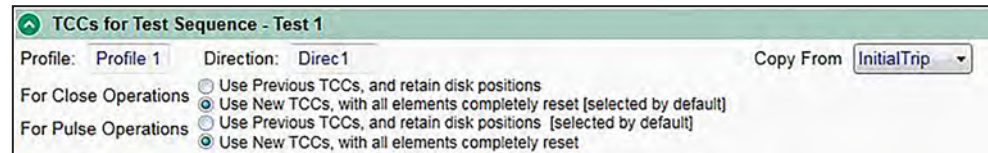

Figura 38. Valores-alvo de seleção de TCC.
**Nota:** Quando a funcionalidade **TCC Shifting** estiver sendo usada, as opções para o ajuste na seção **For Close Operations** (Para Operações de Fechamento) e na seção **For Pulse Operations** (Para Operações com Pulso) na tela *Setup>Protection>General Profile n>Direction n Current TCCs for Test Sequence-Test n* devem ser ajustadas para **Use New TCCs, with all elements completely reset** (Use os novos TCCs, com todos os elementos totalmente rearmados). Ver Figura 38.
Quando a caixa de verificação **Trip on Test Sequence TCC Low Cutoff** for marcada, a função **TCC Shifting** (Mudança de TCC) realiza um trip instantâneo sempre que a corrente de falta atingir o valor ajustado na caixa **Minimum Trip Level** (Nível Mínimo de Trip) de qualquer elemento configurado das TCCs da Sequência de Testes ativas antes que o temporizador **Test TCC Hold Time** (Manter Teste TCC) tenha o tempo expirado. Todos os ajustes **For Close Operations** (Para Operações de Fechamento) e **For Pulse Operations** (Para Operações de Pulso) (ver Figura 38 na página 62) são válidos para a função **Trip on Test Sequence TCC Minimum Pickup** (Trip na Partida Mínima TCC da Sequência de Testes). O Corte da Curva para Correntes Inferiores da TCC resultante é o ajuste **Instantaneous Trip Level** (Nível de Trip Instantâneo) de **Test TCC Hold Time** (Tempo de Retenção da TCC de Teste). Quando o Corte da Curva para Correntes Inferiores da TCC resultante for ajustado para "N/A", o Nível Mínimo de Trip do TCC resultante se torna o Nível de Trip Instantâneo.